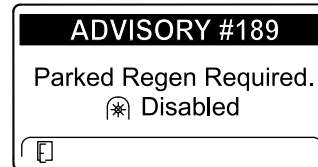

Figura 54
- Se non eseguite una rigenerazione parcheggiata entro 2 ore, l'InfoCenter visualizza il messaggio di richiesta della rigenerazione parcheggiata e di disabilitazione della presa di forza ADVISORY #189 (Figura 54).